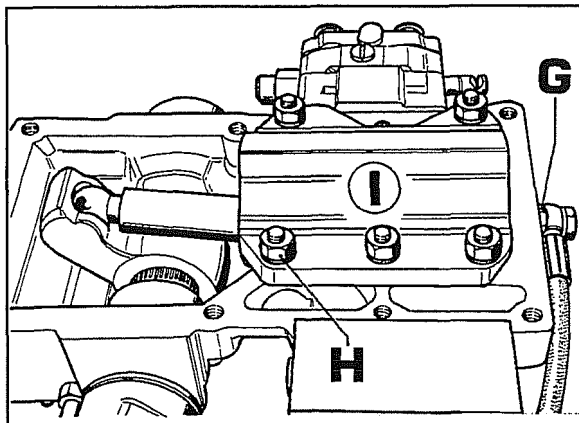

Fig. 30
- f. Togliere il carter sollevatore e posarlo su un piano di lavoro come da fig.30.
g. Scollegare il raccordo **G** fig.30 quindi svitare le viti **H** e togliere il cilindro **I**.